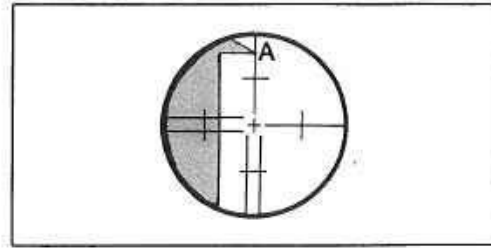

図53
- 1) 明瞭に見える目標点（例えば屋根の先端）を十字線上のA点に合わせます。（図53）